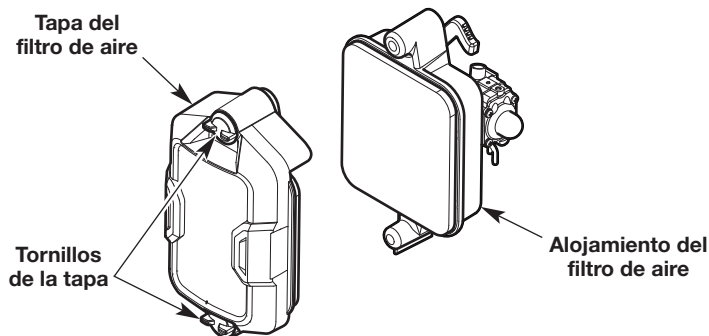

Fig. 14
1. Gire los tornillos de la tapa en sentido contrario a las agujas del reloj para aflojar la tapa del filtro de aire (Fig. 14).
2. Deslice la tapa del filtro de aire para sacarla del alojamiento del filtro de aire (Fig. 14).